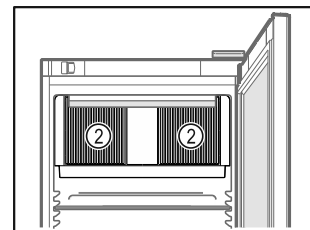

Fig. 61
- Не закрывайте вентиляционную щель Fig. 61 (2) вентилятора циркуляционного воздуха во внутренней камере.